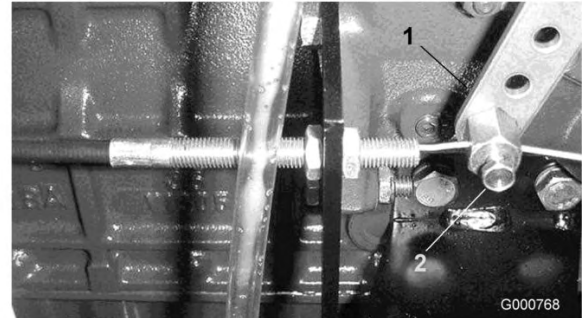

Figura 58
2. Desaperte o dispositivo de ligação do cabo do regulador na alavanca da bomba de injeção (Figura 58).